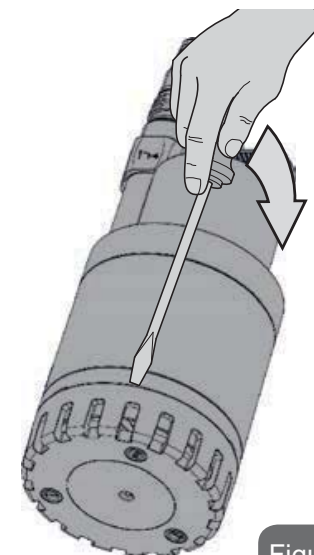

Figure 10
- Desserrer la crépine d'aspiration en insérant un tournevis entre la chemise de la pompe et la crépine d'aspiration et en la faisant tourner (Fig. 10).
- Desserrer la crépine d'aspiration en insérant un tournevis entre la chemise de la pompe et la crépine d'aspiration et en faisant tourner (Fig. 10).